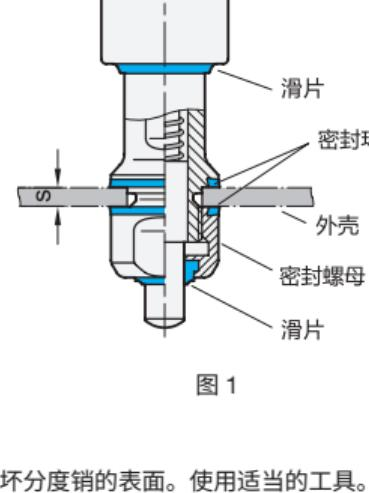

图 1
- Wadliwe uszczelki należy wymienić (rys. 1). Używać wyłącznie specjalnych pierścieni uszczelniających o odpowiednim rozmiarze (GN 7600).
Zgarniacza (rys. 1) nie można wymienić. Z tego względu jeśli zgarniacz jest uszkodzony, pęknięty lub wykruszony, należy wymienić trzpień ustalający.
因此必须遵守正确的安装位置（图 1）。
- 必须注意相应的夹紧长度，以确保正确密封（图1）。
- 如图 1 所示的安装位置可确保液体自行流出。